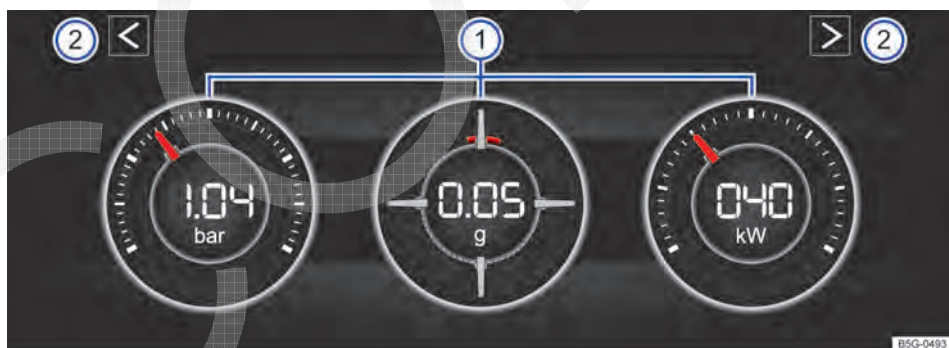

Fig. 53 No sistema Infotainment: módulo de potência (depende da versão).
Legenda para Fig. 53
Se você deseja alternar entre o módulo de potência e o Laptimer → Página 61 tocar em uma das teclas de seta à esquerda e à direita acima dos instrumentos em → Fig. 53 ②.
O display pode exibir, no máximo, 3 instrumentos simultaneamente. Cada um dos instrumentos pode ser selecionado para cada uma das áreas de exibição → Fig. 53 ① (esquerda, central, direita).
- **Indicação da pressão de carga:** a indicação da pressão de carga → Fig. 53 ① (à esquerda) exibe a pressão no circuito do ar de sobrealimentação entre o turbocargador e o motor (na unidade “bar”). Quanto mais o ponteiro ficar à direita na escala, maior será a potência que o motor desprenderá.
- **Medidor de aceleração (G-Meter):** o medidor da aceleração (G-Meter) → Fig. 53 ① (central) indica na área central o valor da aceleração (na unidade “g”). A marcação vermelha na área disposta em tela indica a intensidade da aceleração e a direção da força que atua (conforme os princípios físicos contrários). Se você, por exemplo, conduzir para a esquerda, a marcação vermelha se moverá para a área direita do instrumento (e o contrário). A marcação vermelha move-se para baixo, quando se acelera, e para cima, quando se freia. A intensidade da aceleração é indicada pela posição da marcação vermelha de dentro para fora. Se a aceleração aumenta, a marcação vermelha é excluída da área central.
- **Indicação de potência:** a indicação de potência → Fig. 53 ① (à direita) exibe a potência do motor atualmente utilizada como valor digital e na escala adjacente (em kW).
- No módulo de potência, tocar uma das teclas de setas → Fig. 53 ②, para alternar para o Laptimer.
Com as teclas de seta → Fig. 53 ② ou → Fig. 54 você pode alterar a qualquer momento entre Laptimer e módulo de potência.